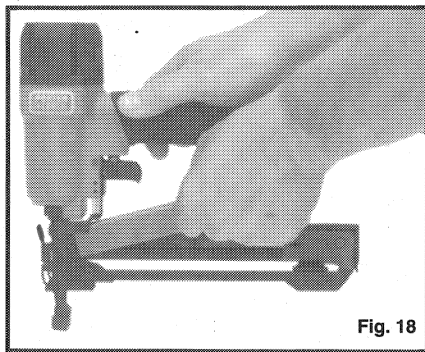

Fig. 18
3. Laissez tomber une bande d'agrafe sur le rail de guidage (voir Fig. 18).